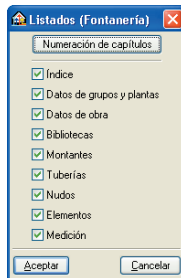

Fig. 51
- Pulse en el menú **Archivo>Imprimir>Listados** de la obra y acepte los capítulos que se van a mostrar (Fig. 51).